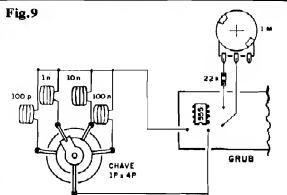

Fig. 9
- FIG. 9 - AMPLIANDO OS LIMITES DO GRUB - Como a faixa de manifestações final do módulo básico é determinada unicamente pelos dois componentes passivos (no esquema da fig. 1, o resistor de 39K e capacitor de 100p), para ampliar-se bastante a dita faixa basta "bolarmos" uma maneira prática de tornar variáveis ou ajustáveis os valores dos citados componentes! O arranjo proposto na fig. 9 parece-nos ideal, com uma chave rotativa de pelo menos 4 posições (1 polo), inserindo diversas opções de capacitância (os valores lá indicados serão meras sugestões...), enquanto que um conjunto resistor fixo/potenciômetro permite a variação no valor resistivo (também aí, os valores propostos são apenas sugestões...). Para facilitar as
coisas, mostramos como os dois arranjos ajustáveis/variáveis são ligados à plaquinha básica do GRUB (obviamente que o resistor original de 39K, o mesmo acontecendo com o capacitor original de 100p, não mais ficam nos seus lugares, substituídos que são pelos conjuntos propostos...). Se a idéia da fig. 9 for "casada" com a aplicação do módulo de controle sugerido na fig. 6, o Leitor/Hobbysta terá um completo conjunto gerador, extremamente versátil e que, inteligentemente manipulado (requer um pouco de prática, mas não é nada complicado...) poderá "imitar" uma infinidade de ruídos da natureza ou "gerados pelo homem"... Do som da chuva até ao barulho irregular de um motor de trator, do rugido da multidão num estádio de futebol, até o "bate-bate" de um pica-pau num tronco de árvore, quase "tudo" poderá ser "encontrado" dentro das possibilidades dos controles...!